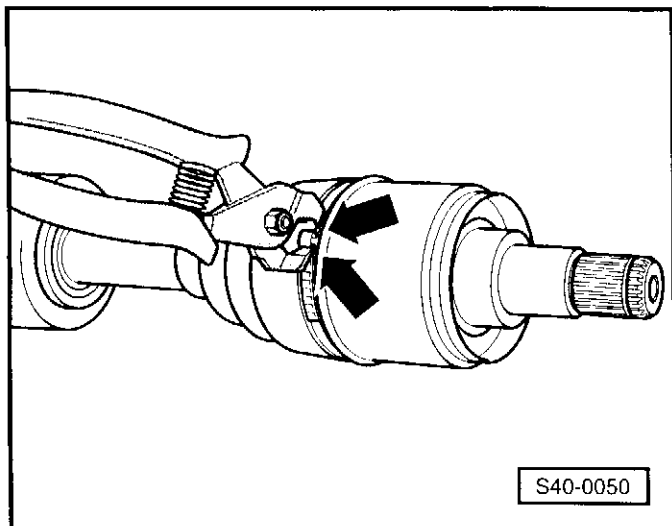

Рис. 4 Подтягивание стяжного ленточного хомута манжеты
- Надев стяжные ленточные хомуты, затянуть их на манжете с помощью клещей ⇒ страница 40-30, рис. 4.